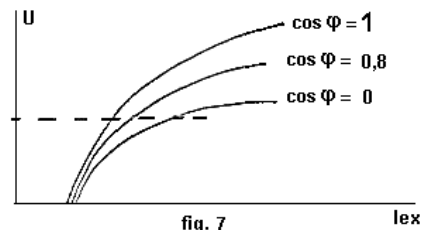

fig. 7
Analiza la dependencia entre la tensión (U) y la excitación ( $I_{ex}$ ) para  $\cos \phi$  e I constante. Partiendo de la característica en vacío  $E = f(I_{ex})$ , la de carga se diferencia por las caídas entre E y U. Conociendo el triángulo de Potier, trazaremos esta para  $\cos \phi = 0$  porque en estas condiciones a) la f.m.m. de inducido es opuesta a la f.m.m. del campo (reacción de inducido con carga inductiva pura.) como en cortocircuito y b) para  $I = cte$  la caída de tensión es constante ( $\overline{lm}$ ) y la reacción de inducido ( $\overline{mn}$ ) también es constante, luego el triángulo es constante, por consiguiente desplazándolo a lo largo de  $E_o = f(I_{ex})$  obtenemos  $U = f(I_{ex})$  para  $\cos \phi = 0$ .- Para otros estados de corriente el triángulo varía y las curvas toman la forma de fig.7 debiéndose estas variaciones a que, al aumentar I, aumenta ZI y la reacción de inducido, la  $I_{ex}$  aumenta al disminuir el  $\cos \phi$  para mantener  $U = cte$ .